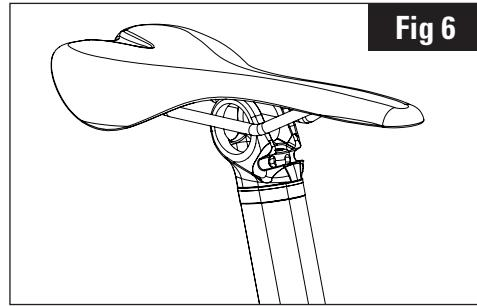

Fig 6
1. Graisser les vis (7)
2. Positionner la selle Monolink® sur L'E-POST 2 EVO (Fig.6)